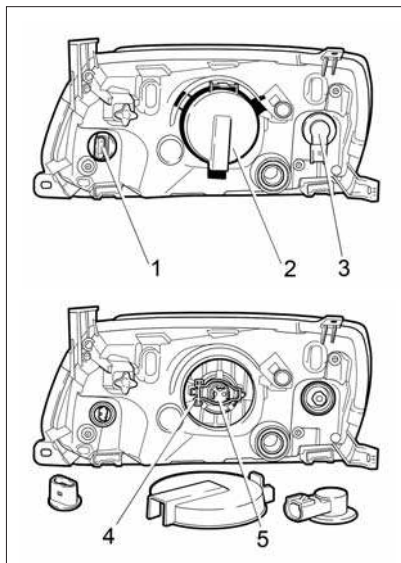

Рис. 60. Блок-фара
Для доступа к лампе ближнего/дальнего света выньте защитную крышку 2 (рис. 60), отсоедините колодку жгута проводов и снимите резиновый кожух лампы, отведите поочередно в стороны «усики» 4 пружины лампыдержателя, предварительно нажав на них, выньте лампу 5 из посадочного места рефлектора. Монтаж новой лампы проводите в обратном порядке. Все работы по установке галогеновой лампы проводите в перчатках во избежание оставления следов на колбе лампы. После установки лампы ближнего/дальнего света убедитесь в плотном прилегании резинового кожуха на цоколе лампы и корпусе блок-фары.
Рис. 60а. Задний фонарь автомобиля с кузовом «седан»
Рис. 60б. Задний фонарь автомобиля с кузовом «лифтбек»
Для снятия лампы в заднем фонаре автомобиля с кузовом «седан» (рис. 60а) проделайте следующие действия:
Рис. 60в. Снятие заглушки опоры полки
Для снятия лампы в заднем фонаре автомобиля с кузовом «лифтбек» (рис. 60б) проделайте следующие действия:
- нажмите пальцем через отверстие в заглушке опоры полки на защелку 1 (рис. 60в);
Рис. 60г. Боковой указатель поворота
Для замены лампы в боковом указателе поворота 1 (рис. 60г) снимите его с автомобиля. В гнез-